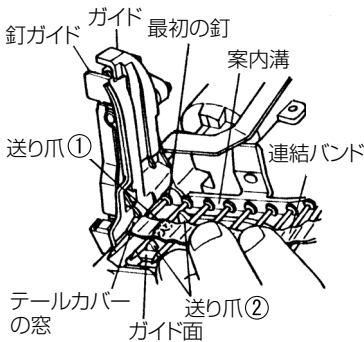

図 14
連結バンドをガイド面に押し付けながら先端部をテールカバーの窓に入れ、最初の釘を射出口内に、2本目の釘を送り爪①、送り爪②の間に入れて釘頭が案内溝に入るようにしてください。(図 14)